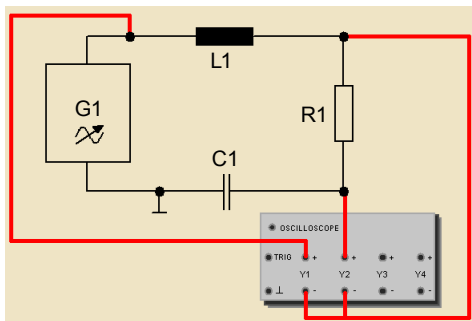

Рис. 8. Подключение канала осциллографа Y2
6. Подключить канал осциллографа Y2, как показано на электрической схеме (рис. 8).